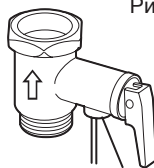

Рисунок 3
1. См. в Рис. 1 схемы установки, и в соответствии с размерами, указанными на рис. 3, и сверлите 2 отверстия в стене ударным перфоратором или дрелью, чтобы они соответствовали диаметру расширительных крепежных болтов.